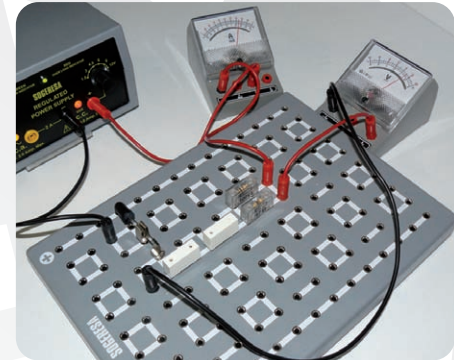

Figura 2
5. Realizar el montaje de la figura 2 (en paralelo) y medir la diferencia de potencial, V , y la intensidad de corriente, I , para cada pareja de resistencias.